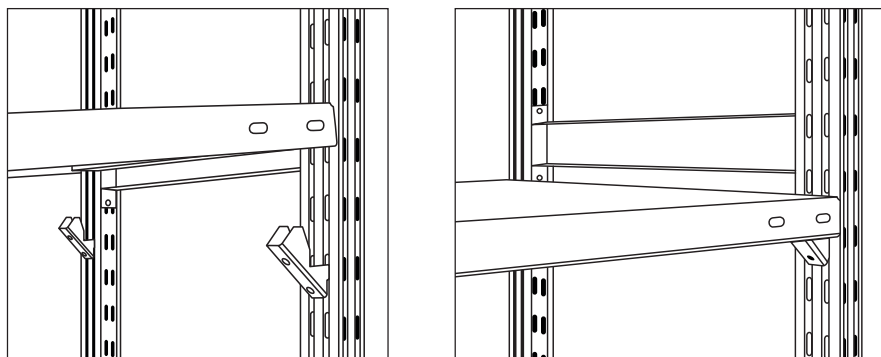

Рис. 9. Установка полки.
3. Установите две собранные рамы на расстоянии 700, 1000, 1200 или 1500 мм (в зависимости от выбранной ширины полок) кронштейнами друг к другу и опустите одну сторону полки на кронштейны до упора, а затем с усилием нажмите на противоположный край полки до полного зацепления (рис. 9).